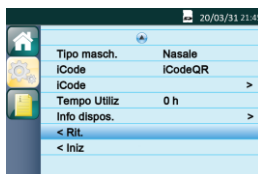

Fig. 13-9
(1) Tornare alla Interfaccia di Impostazione Iniziale. Spostare il cursore sull'opzione **Rit.** ruotando la **Manopola**, come mostrato nella Fig. 13-9.